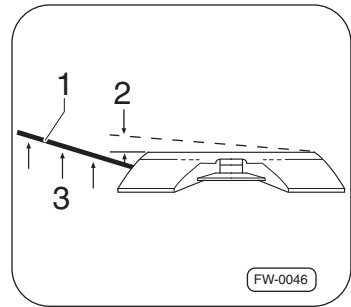

Abb. 22 · Lagerschalenabstand prüfen
1. Hebeeisen ⇒ Abb. 22, –Pos. 1– zwischen dem Sockel des Lagerbocks und dem unteren Rand der Sattelplatte ansetzen.
3. Abstand zwischen dem Sockel des Lagerbocks und dem unteren Rand der Sattelplatte in der Nähe des Lagerbolzens in ungehobener und gehobener Position messen –Pos. 3–. Ergibt die Messung des vertikalen Spiels mehr als 9,5 mm, muss die Lagerschale kontrolliert werden ⇒ Abb. 22.